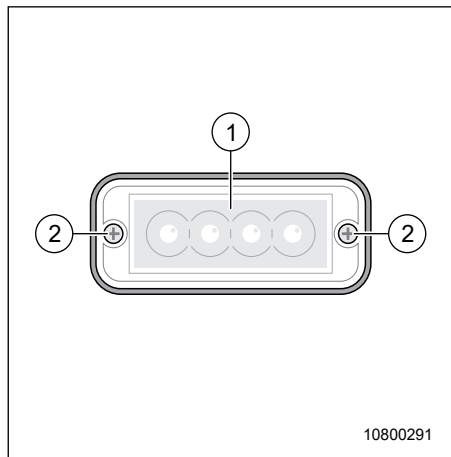

Fig. 168 Éclairage de la plaque d'immatriculation
1. Desserrer les vis (Fig. 168, pos. 2).
2. Enlever l'ampoule (Fig. 168, pos. 1).